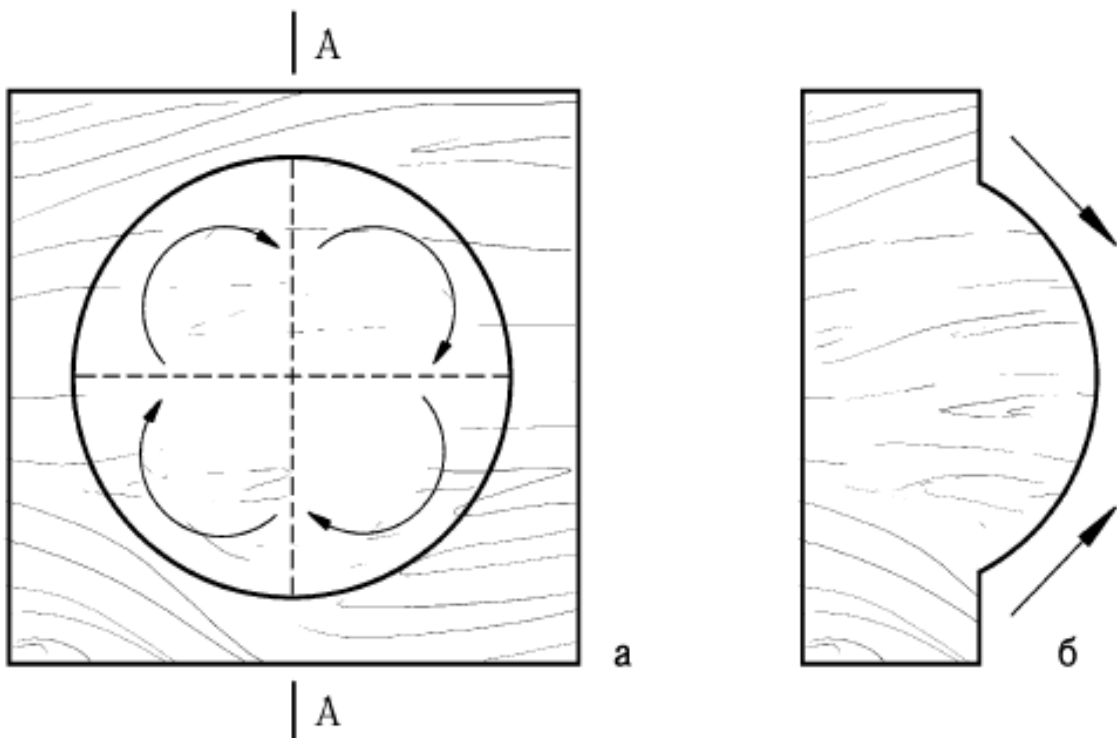

Рис. 62. Выполнение выпуклой формы на торце заготовки (стрелками показано направление движения инструмента): *а* – вид сверху; *б* – вид сбоку
11. Резьба выпуклой формы на торце заготовки (рис. 62). Этот прием осуществляют по направлению строения древесины, последовательно перемещаясь от края площадки формы к вершине.